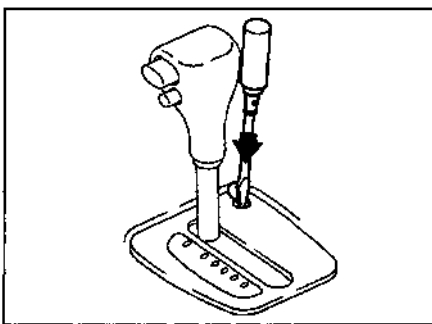

Рис. 8.10. Снимите крышку с панели индикаторов и утопите кнопку аварийного отключения системы блокировки
- 10 На модели, выпущенной после 1994 г., снимите крышку с панели индикаторов. Вставьте отвертку и утопите кнопку отключения блокировки (см. рис. 8.10).